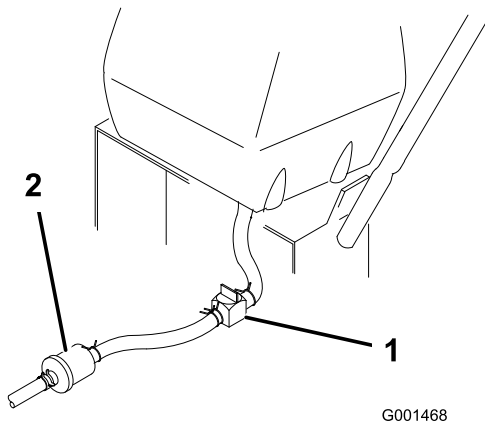

Figura 32
2. Cierre la válvula de cierre de combustible del depósito de combustible (Figura 32).
3. Apriete los extremos de la abrazadera y deslícela por el tubo alejándola del filtro (Figura 32).
4. Retire el tubo de combustible del filtro (Figura 32). Abra la válvula de cierre del combustible y deje que la gasolina se drene en un recipiente.
3. Cierre la válvula de cierre de combustible del depósito de combustible (Figura 32).
7. Abra la válvula de cierre de combustible del depósito de combustible (Figura 32).